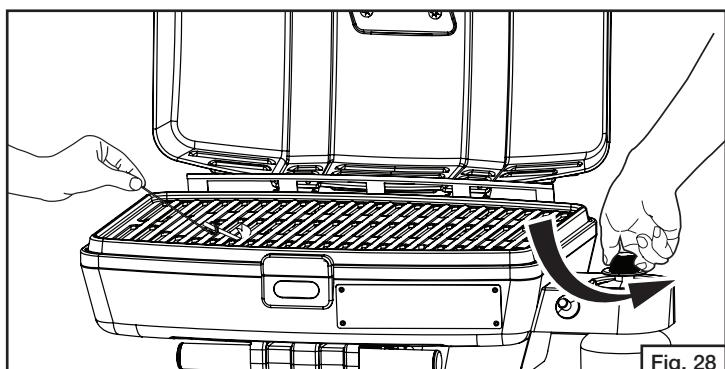

Fig. 28
2. Presione y gire la perilla de mando en sentido antihorario para llevarla a la posición "HIGH" (alto). (Fig. 28)